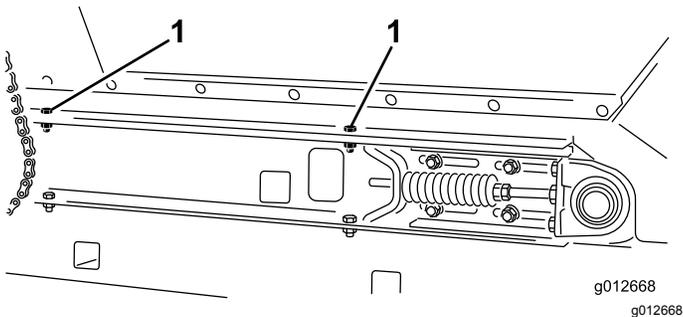

图26
2. 在机器的两侧卸下将料斗固定至滑行机架轨道上的2个平头螺丝、2个垫圈和2个锁紧螺母图26。